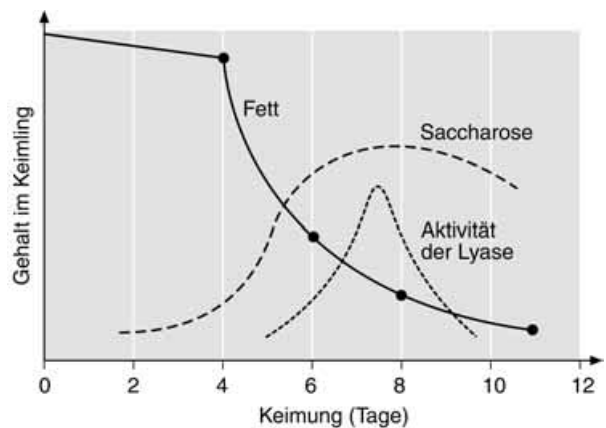

Abb. 2 Samenkeimung
2. Beschreiben Sie die in Abbildung 2 dargestellten Befunde zu Stoffwechselfvorgängen bei der Samenkeimung.